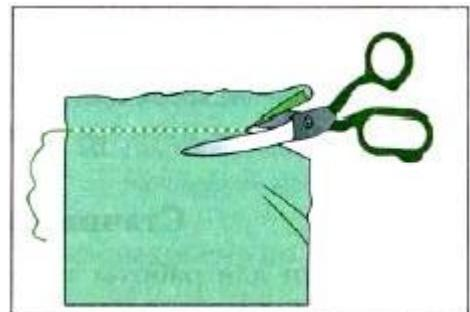

Рис. 43. Выравнивание края ткани
Чтобы выкроить прямую бейку, надо выровнять поперечный срез ткани, практически всегда неровный край точно по следу удаленной нити (рис. 43);
- разложив ткань, вытянуть (выдернуть) из нее, насколько возможно ближе к краю, поперечную неровный край точно по следу удаленной нити (рис. 43);